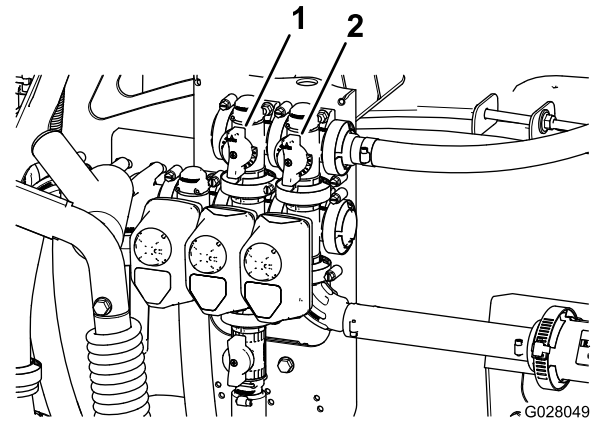

Figure 24
11. Réglez la vanne de dérivation (Figure 24) à l'arrière de la vanne d'agitation jusqu'à ce que la
9. Tournez plus ou moins la poignée de dérivation générale des sections afin de réguler l'agitation à l'intérieur de la cuve (Figure 24).